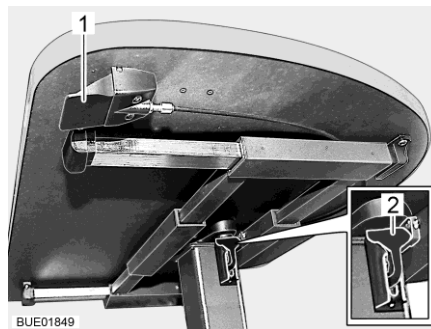

Bild 84 Hubtisch mit Entriegelungstaste
- Verriegelungshebel (Bild 84,2) nach unten ziehen oder drücken.
- Verriegelungshebel (Bild 84,2) nach oben drücken.
- Entriegelungstaste (Bild 84,1) drücken und gedrückt halten. Die Tischplatte fährt selbsttätig bis zum Endanschlag nach oben.
- Entriegelungstaste (Bild 84,1) loslassen. Die Tischplatte bleibt in der gewählten Position stehen.
- Entriegelungstaste (Bild 84,1) drücken und gedrückt halten.
- Entriegelungstaste (Bild 84,1) loslassen. Die Tischplatte bleibt in der untersten Position stehen.